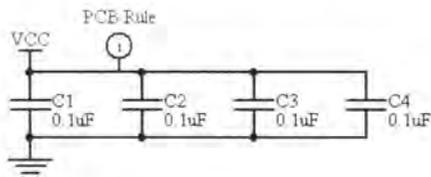

图 3-98 放置 PCB 布局标志
- [1] 执行【Place】/【Directives】/【PCB Layout】命令，在选定位置处放置 PCB 布局标志，如图 3-98 所示。